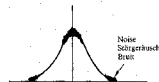

Fig. 5 Abb. 5
- (Note 2) Using a sweep generator, apply low-input signals (with a small amount of noise superimposed as in fig. 5), and adjust the T101 so that the waveform are brought to their maximum in center marker frequency (10.7 MHz).
- (Hinweis 2) Mit Hilfe eines Wellengenerators sind niederpegelige Signale (mit geringer Rauschstrahlung an der Amplitudenflanke der in Abb. 5) anzulegen. T101 so abgleichen, daß Wellenform an der Markierungsfrequenz (10.7 MHz) ein Maximum annimmt.
- (Note 2) Utiliser un générateur de balayage et appliquer des signaux d'entrée à faible niveau (avec un faible chevauchement de bruit comme représenté sur la figure 5), et ajuster T101 pour amener les formes d'ondes à leur maximum de la fréquence nominale de repérage (10.7 MHz).